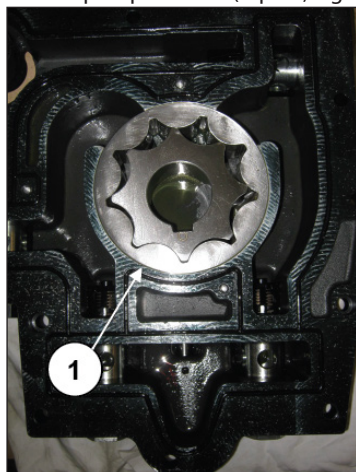

Fig. 151
Installer les rotors de pompe à huile (rep. ①, Fig. 151).